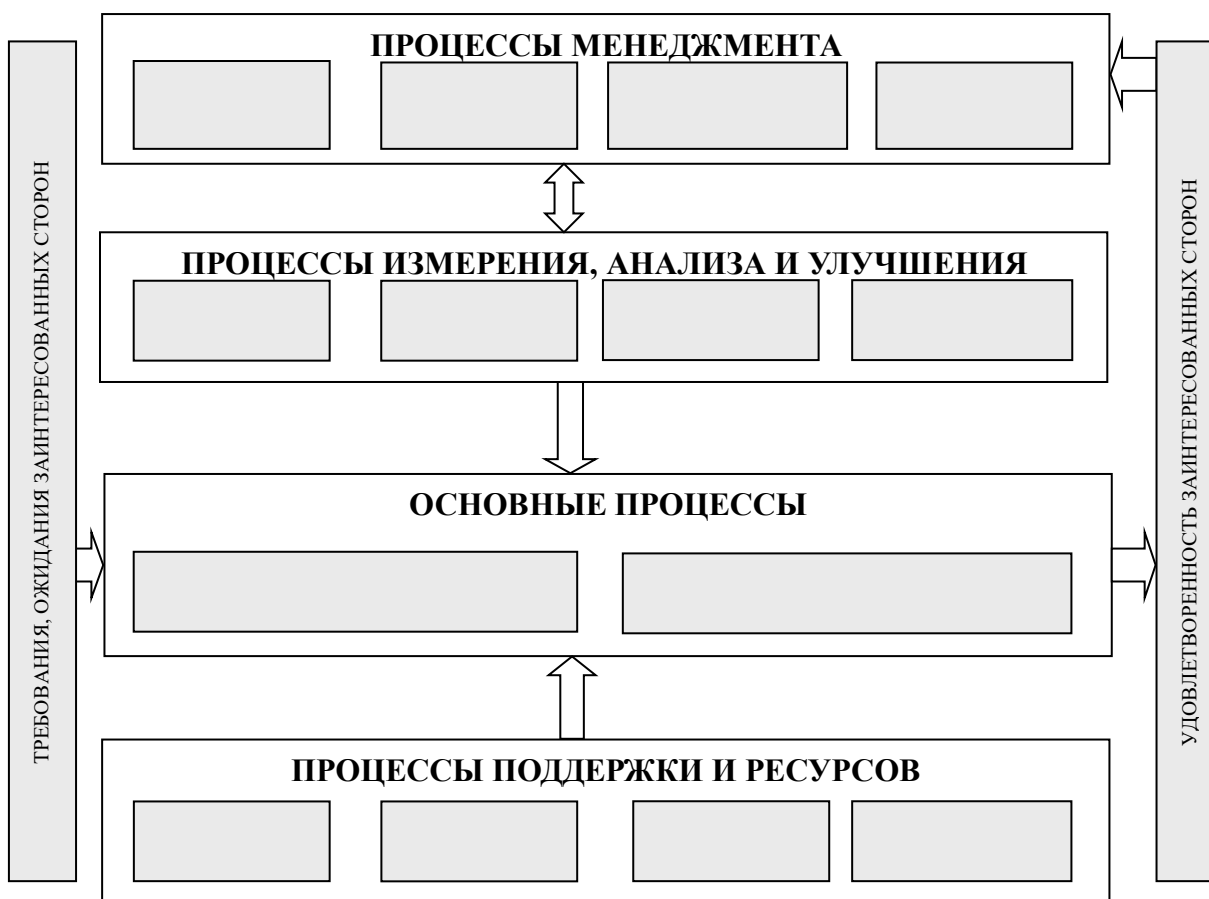

Рисунок 15.1 - Графическая модель карты процессов СЭМ
2. Выбрать из таблицы 14.1 Матрица процессов и подпроцессов разделов ГОСТ Р ИСО 14001-2016 в задании 14 необходимые подпроцессы и заполнить графическую модель карты процессов СЭМ (Рисунок 15.1).
3. Оформить отчет о выполнении практического задания в соответствии с требованиями к оформлению практических заданий (отчет включает титульный лист и заполненную графическую модель карты процессов СЭМ (Рисунок 15.1)) и защитить его у преподавателя.